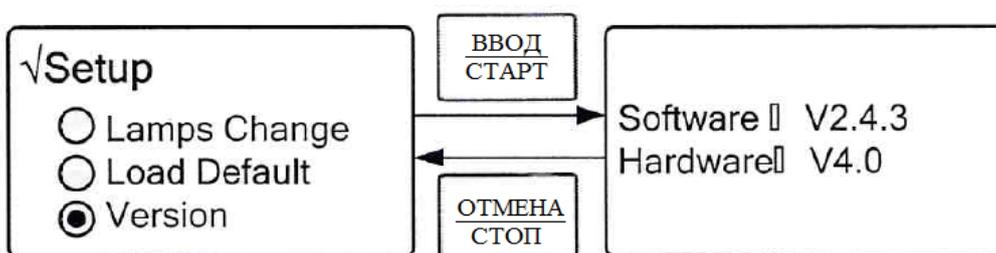

Рисунок 28. Просмотр версии программного обеспечения и аппаратного средства
2.5.2.7. “Version” – меню отображения версии программного обеспечения. Для просмотра версии программного обеспечения и аппаратного средства с помощью кнопок “▲” и “▼” выберите строку **Version**. На дисплее отобразится информация. Для возврата нажмите кнопку “ОТМЕНА/СТОП” (см. рис. 28).
3.2.1. Отсек с предохранителем расположен на задней стенке спектрофотометра между клавишей включения и разъема для подключения силового кабеля (см. рис. 28).